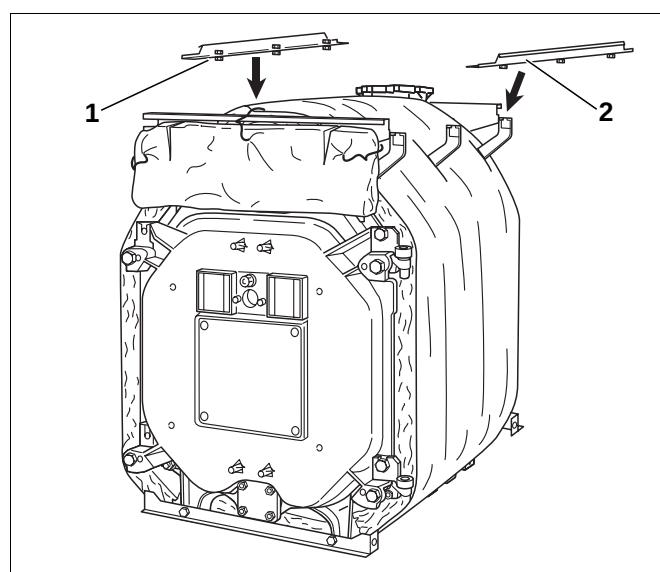

Abb. 47 Längsschienen montieren
- Die Längsschienen (Abb. 47, **Pos. 1** und **2**) wie bereits beschrieben mit den vormontierten Schrauben in die Aussparungen der Konsolen einschieben und mit diesen fest verschrauben.